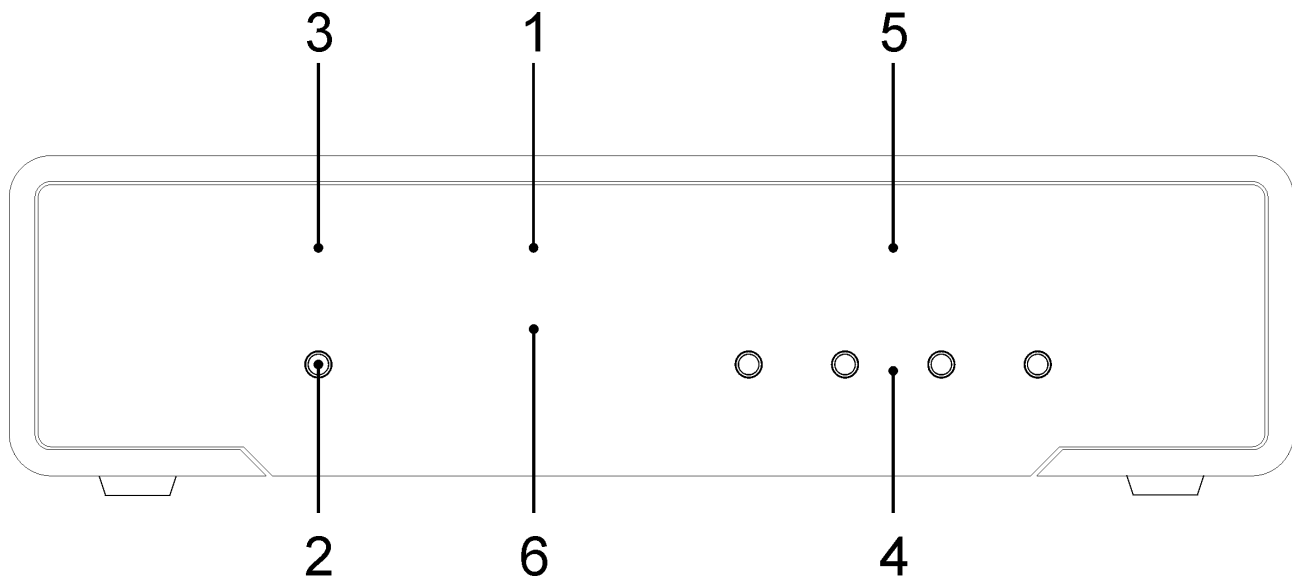
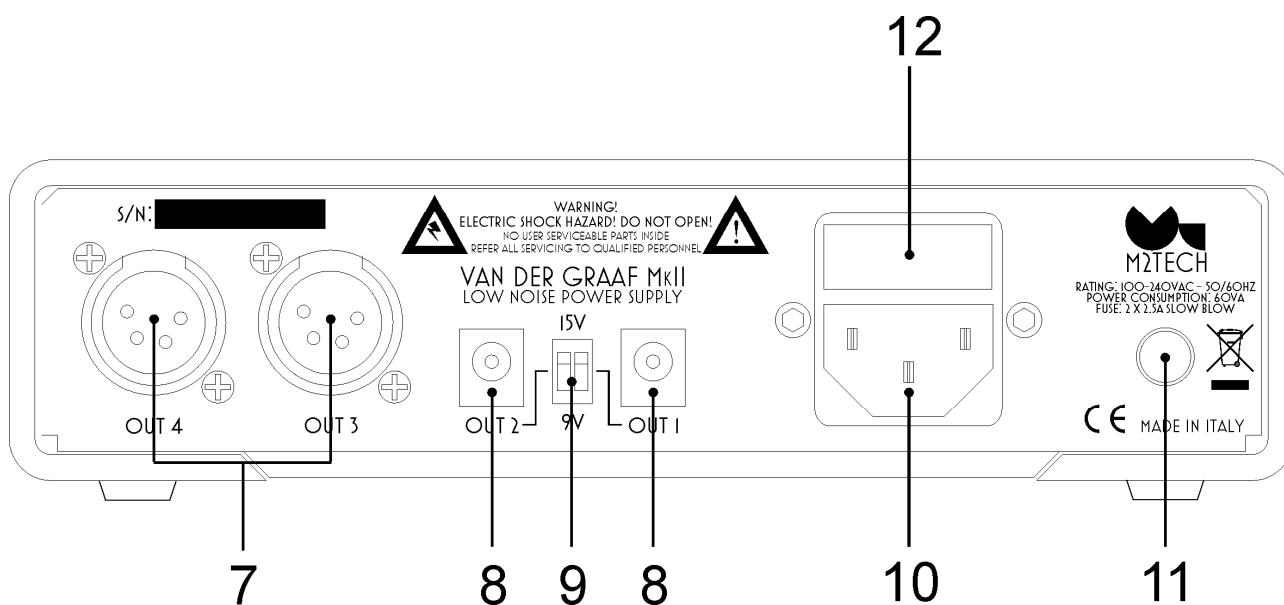

Figure 1
Figure 2
2) Pulsante di abilitazione generale. Premere questo pulsante per attivare il VAN DER GRAAF MKII quando è in standby (LED 1 acceso e LED 3 spento). In seguito a questa operazione, tutte le uscite precedentemente abilitate dall'utente con i relativi pulsanti (item 4, Fig. 1) si attiveranno, nella stessa sequenza con cui l'utente le aveva attivate, a intervalli di un secondo. I relative LED si accenderanno per indicare l'attivazione. Durante il processo, il LED 3 lampeggia. Alla fine del processo di attivazione, il LED 3 rimane stabilmente acceso. Quando il VAN DER GRAAF MKII è attivo, l'utente può metterlo in standby, disabilitando le uscite nell'ordine inverso rispetto a quello di abilitazione, premendo ancora questo pulsante. Durante il processo, il LED 3 lampeggia. Alla fine del processo di disabilitazione, il LED 3 si spegne.
6) Ricevitore IR. Il VAN DER GRAAF MKII è in grado di ricevere I comandi di accensione/spengimento dai telecomandi di altri prodotti M2Tech, quando è appositamente configurato dall'utente. L'effetto è lo stesso dell'utilizzo del pulsante di abilitazione generale (item 2, Fig. 1).
11) Interruttore di accensione. Premere questo pulsante quando si vuole accendere il VAN DER GRAAF. Il LED 1 (Fig. 1, Pag. 9) si accenderà ed il VAN DER GRAAF si porrà in standby.
Collegare uno o due apparecchi con alimentazione a +15V o +9V alle uscite 1 e 2 del VAN DER GRAAF MKII (Fig. 2, 8), con i cavi in dotazione, avendo cura di selezionare, per ciascuna uscita, la tensione corretta per l'apparecchio alimentato. Per esempio, se si alimenta uno YOUNG MKIII con l'uscita 1, occorre spostare il commutatore ad essa più vicino (Fig. 2, 9) verso l'alto. Se sull'uscita 2 si alimenta una HIFACE EVO TWO, allora il commutatore ad essa più vicino deve essere spostato verso il basso.
Collegare uno o due apparecchi con alimentazione composita (+5V/+15V/-15V) alle uscite 3 e 4 del VAN DER GRAAF MKII (Fig. 2, 7) con i cavi in dotazione. Uno di tali apparecchi è, ad esempio, il NASH.
Collegare il cavo di alimentazione in dotazione al connettore di alimentazione del VAN DER GRAAF MKII (Fig. 2, 10) e ad una presa di corrente.
Premere il pulsante di accensione sul pannello posteriore (Fig. 2, 11) per accendere il VAN DER GRAAF MKII. Il LED di accensione sul pannello frontale (Fig. 1, 1) si accenderà. Il VAN DER GRAAF MKII si porrà in standby, in attesa del comando di attivazione da parte dell'utente.
Premere il pulsante di attivazione generale (Fig. 1, 2). Alla prima attivazione, questa azione non avrà alcun effetto sulle uscite. Alle successive attivazioni, qualora l'utente abbia precedentemente attivato una o più uscite, esse si attiveranno nella sequenza in cui l'utente le aveva attivate manualmente.
Quando il VAN DER GRAAF MKII è in standby (solo LED 1 acceso), è possibile attivarlo premendo il pulsante di attivazione (Fig. 1, 2) oppure, qualora opportunamente configurato, tramite un comando on/off da un telecomando di un altro prodotto M2Tech. Immediatamente dopo la pressione del pulsante o l'invio del comando on/off, il LED di indicazione attivazione (Fig. 1, 3) inizia a lampeggiare e le uscite precedentemente selezionate vengono attivate nell'ordine scelto dall'utente, ad intervallo di un secondo l'una dall'altra. Al termine della procedura di attivazione, le uscite attive sono indicate dal relativo LED acceso, ed il LED di indicazione attivazione rimane stabilmente acceso.